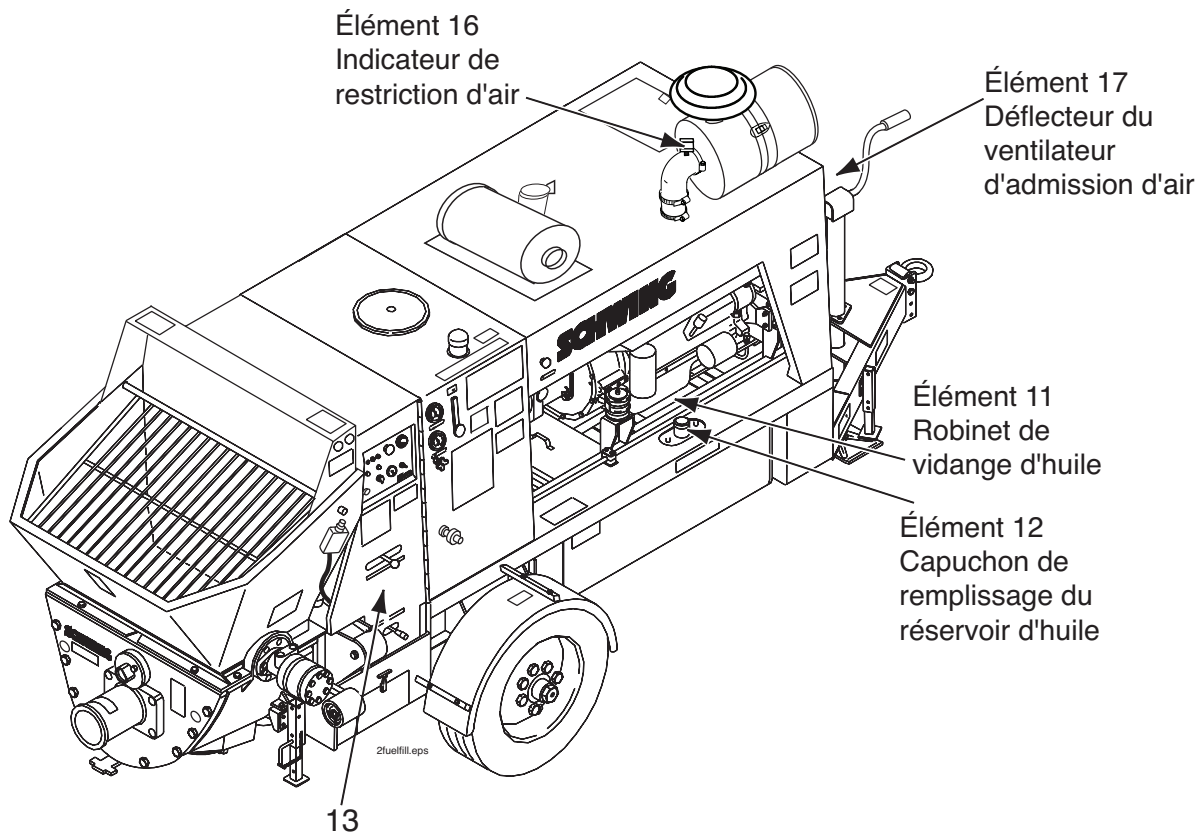
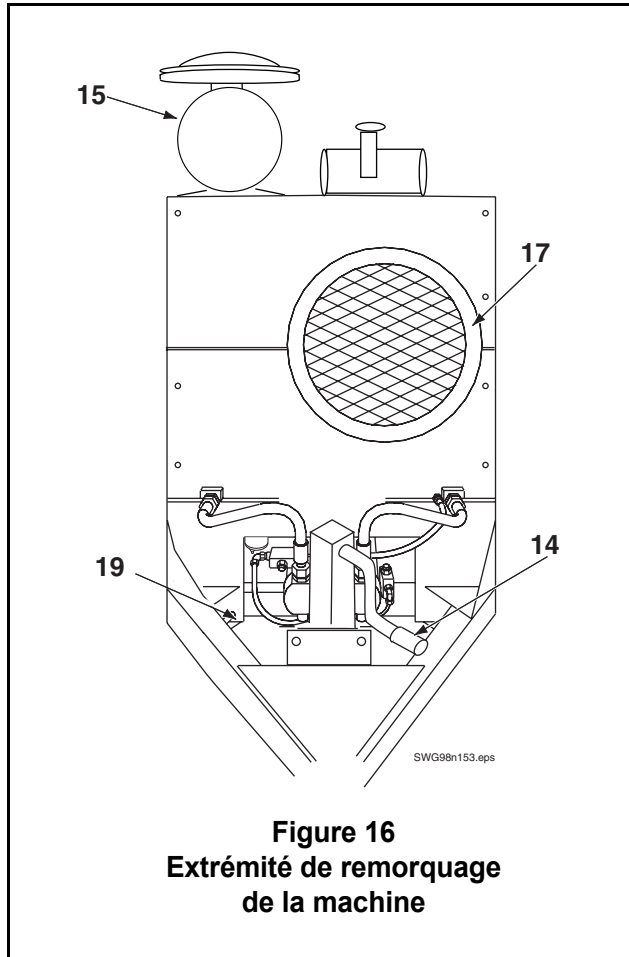
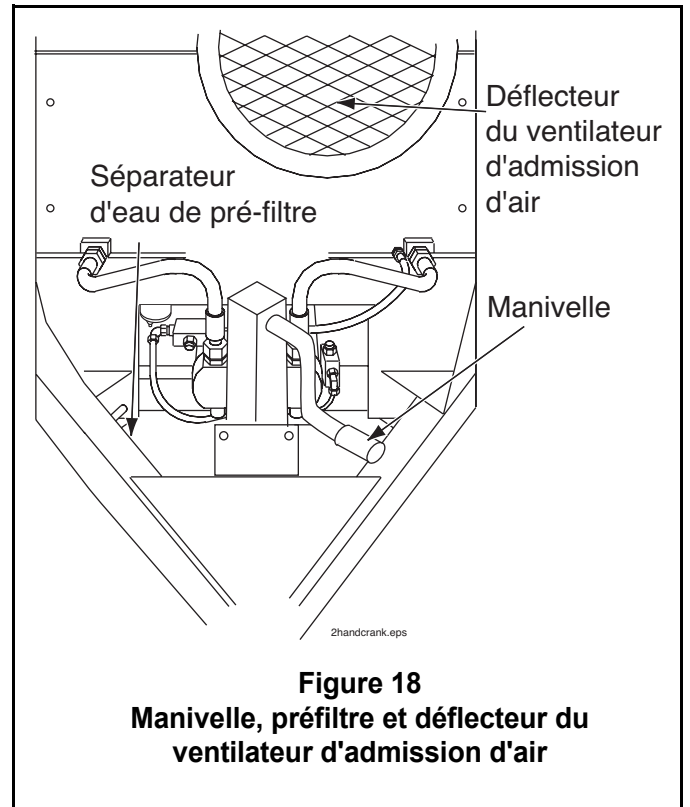

Figure 15
Figure 16
Figure 18
- Élément 11. Robinet de vidange de l'huile du moteur diesel (Figure 15). Permet de vidanger l'huile du carter pour l'entretien régulier.
- Élément 12. Capuchon du remplissage du réservoir du carburant du moteur diesel (Figure 15).
- Élément 13. Vanne quart de tour (Figure 15). Cette vanne empêche le déplacement de la vanne à bascule (voir Figure 4) et, sous certaines circonstances, fait passer la machine à un état haute pression.
- Élément 16. Indicateur d'obstruction du filtre à air (Figure 15 et Figure 19). Indique la quantité d'obstruction d'air vers le moteur provoquée par un filtre sale ou bouché.
- Élément 17. Déflecteur du ventilateur d'admission d'air (Figure 15, Figure 16, et Figure 18) pour les moteurs diesel Deutz à refroidissement à air. Conservez cette ouverture propre, sans débris ni saleté. Tout blocage peut entraîner la surchauffe du moteur.
- Élément 14. Manivelle (Figure 16). Règle l'extension/rétraction du dispositif manuel de levage sur cric.
- Élément 15. Filtre à air (Figure 16 et Figure 19). Purifie l'air d'admission dans le moteur diesel.
- Élément 19. (Figure 16) Préfiltre diesel avec robinet de vidange d'eau (Figure 20). Le filtre élimine l'eau du carburant diesel tandis que le robinet de vidange permet d'évacuer toute humidité. Le filtre principal du moteur Tier 3/Com3 est représenté à la Figure 21.